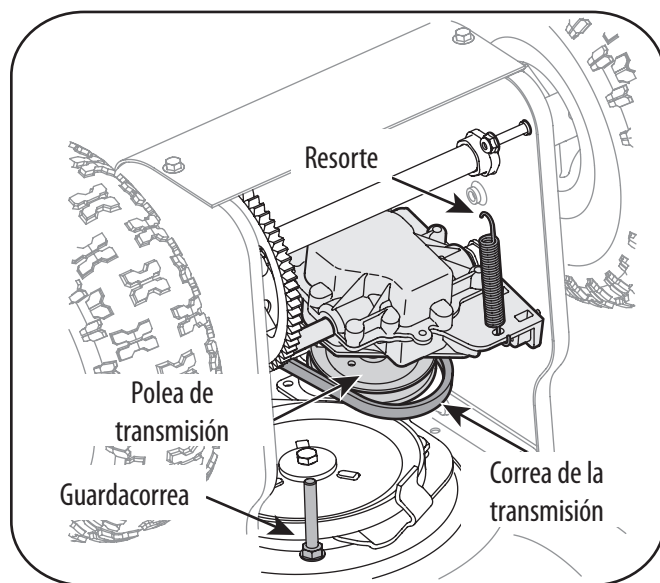

Figura 7-3
1. Inclíne la máquina quitanieve hacia arriba y hacia adelante de manera que quede apoyada sobre la caja de la barrena. Retire el guardacorrea como se indica en la Figura 7-3. Regrese la máquina quitanieve a su posición vertical para completar los siguientes pasos.